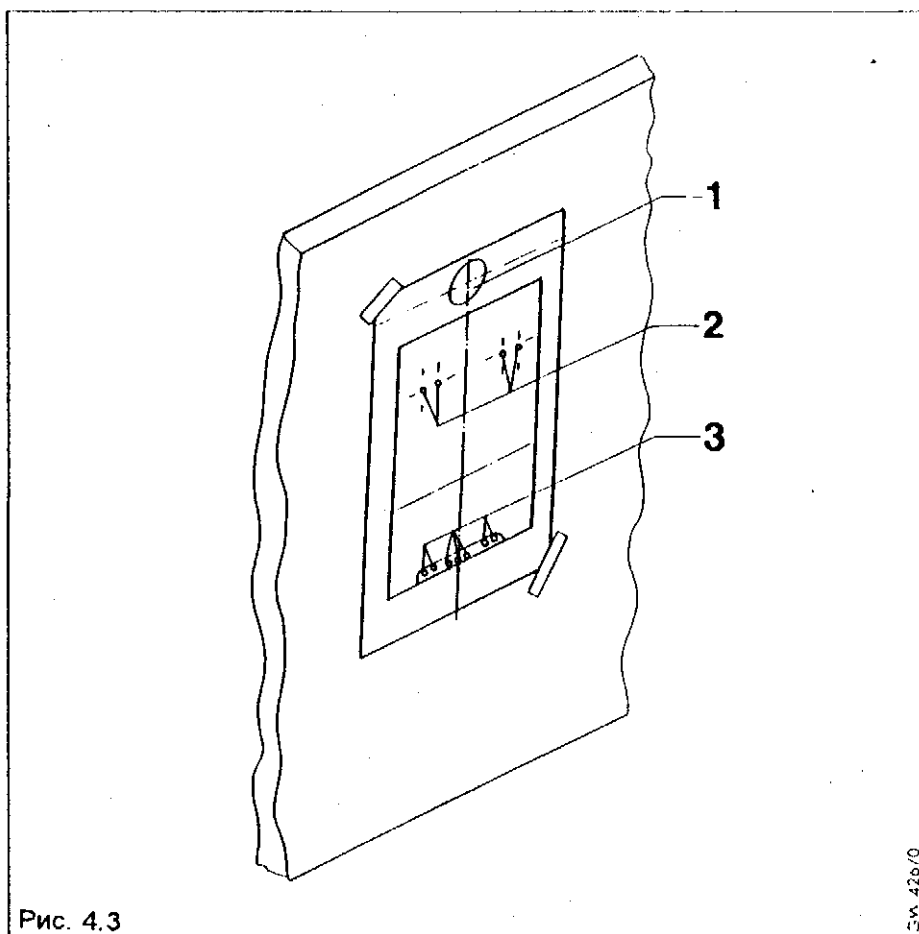

Рис. 4.3
4.3.2 Использование монтажной рамы (рис. 4.3)
Разметить центр и окружность газоотводной трубы, просверливая шаблон при этом насквозь (1, рис. 4.3).